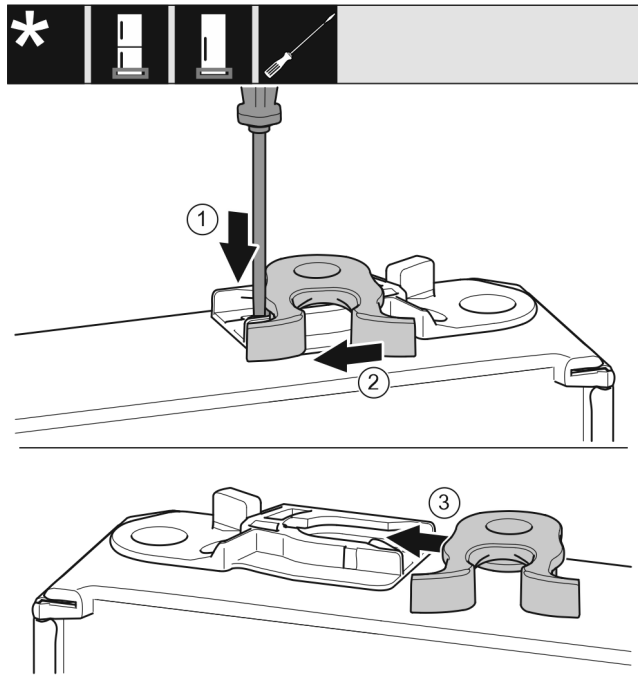

Fig. 20
- Nyomja le a fedőlemezt Fig. 20 (1) lapos csavarhúzóval.
- Húzza ki a záróhorgot Fig. 20 (2) a vezetősínből.
- Tolja be a záróhorgot Fig. 20 (3) a másik oldalon lévő vezetősínbe.